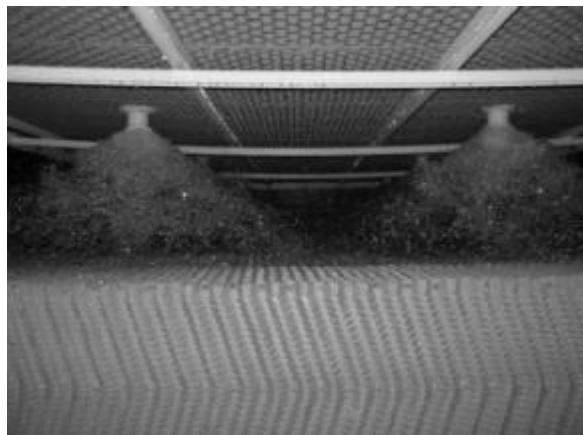

Fig. 13
- a) Checking the nozzles; To be sure that the nozzles are not clogged, it will be sufficient to observe that the water is falling in a uniform way in the collecting basin. If an area is detected, in which water is not falling in a normal way, remove and clean the nozzles in that area. (fig. 13).
- a) Inspection des tuyères: Pour vérifier que les tuyères ne se trouvent pas bouchées il sera suffisant d'observer si l'eau tombe uniformément dans le bassin. Si on observe des zones où l'eau ne tombe pas d'une façon normale, démonter et nettoyer les tuyères (fig. 13).
1. Inspección de las toberas: Para comprobar que las toberas no se encuentran obstruidas bastará con observar si el agua cae uniformemente en la bandeja. Si se observa alguna zona en la que no cae el agua de manera normal, desmontar y limpiar las toberas (fig. 13).